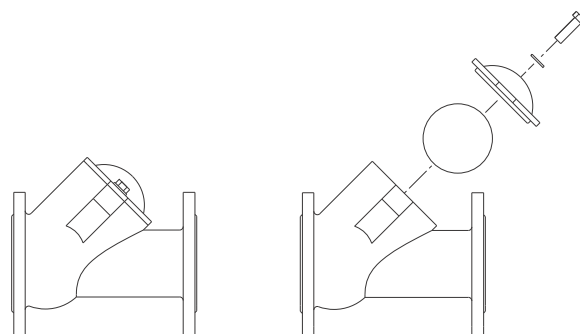

Fig. 30 Válvula de retención
3. Desenrosque los dos tornillos de la cubierta de la válvula de retención. Consulte la fig. 30.